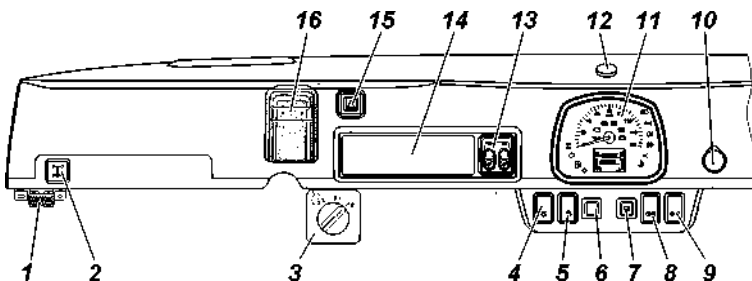

Рис. 3.3. Панель приборов (наименование позиций см. в тексте)
- 1 — панель приборов (рис. 3.3);
На панели приборов (рис. 3.3) расположены:
Для включения блокировки нажмите и удерживайте кнопку 2 на панели приборов (рис.3.3) до включения сигнализатора  блокировки дифференциала заднего моста (рис. 3.4).
Ручное выключение блокировки возможно в любой момент повторным нажатием и удержанием кнопки 2 (рис. 3.3) до выключения сигнализатора  блокировки дифференциала заднего моста (рис. 3.4). Кроме этого, выключение происходит автоматически при выключении зажигания, или при превышении скорости 30 км/ч. После выключения блокировки сигнализаторы ,  и  в комбинации приборов (рис. 3.4) гаснут.